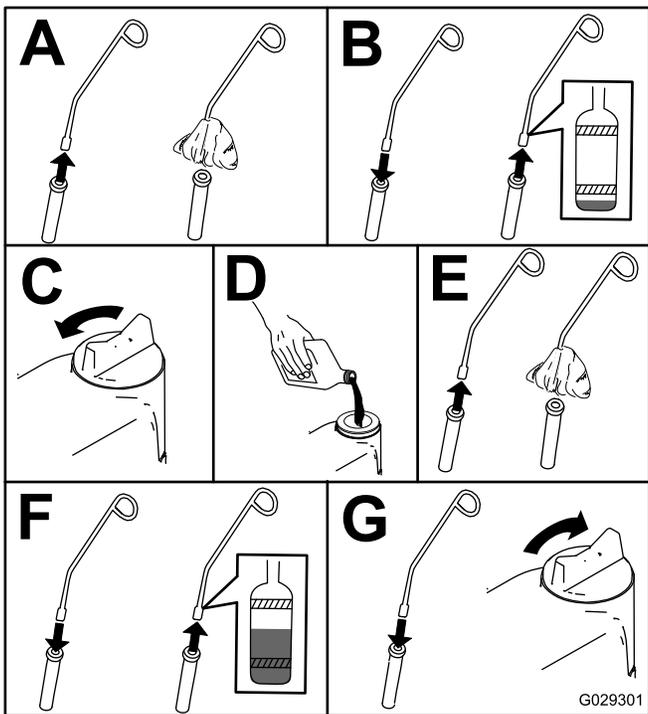

Рисунок 40
3. Проверьте уровень масла в двигателе, как показано на Рисунок 40.